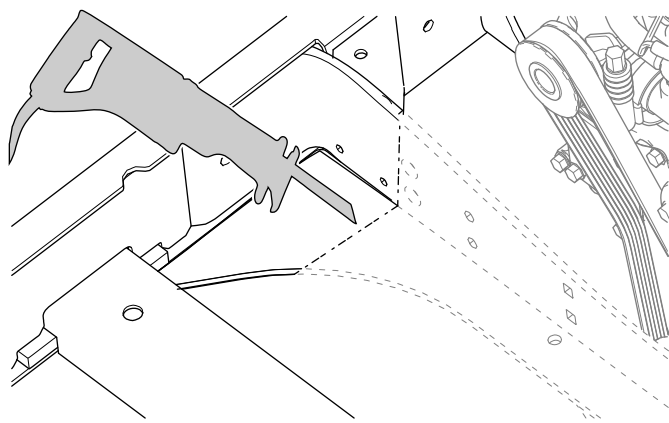

Рисунок 10
3. Используя сабельную пилу, выполните сквозной пропил металла по нанесенным отметкам (Рисунок 10). При необходимости используйте шлифовальную машину, чтобы выровнять прорези заподлицо с кромкой.